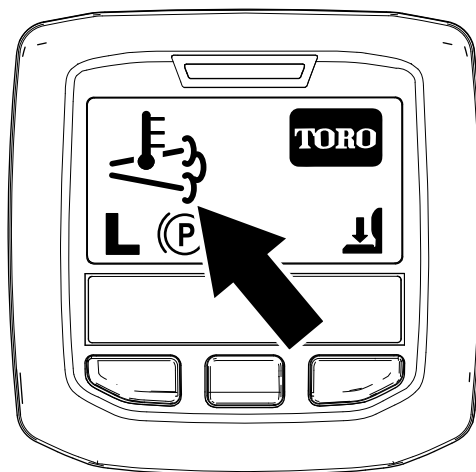

Figura 28
- O ícone da temperatura de escape elevada surge no InfoCenter (Figura 28).